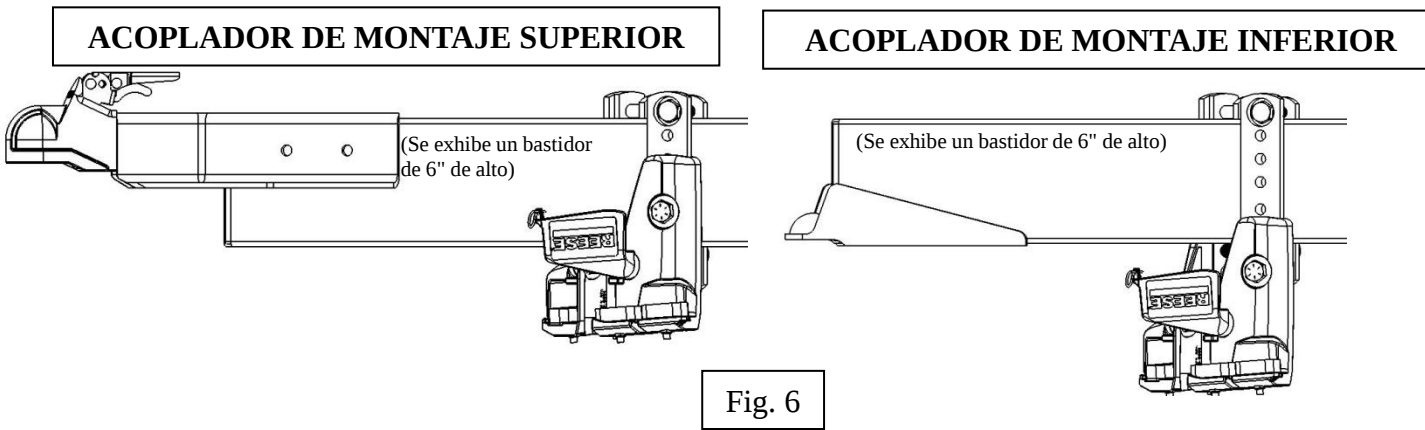

Fig. 6
9. Deslice el **soporte del bastidor ajustable** sobre la **barra en T** a la altura correspondiente para el acoplador instalado por arriba/abajo. Para los acopladores instalados por arriba, debe haber un orificio roscado visible por encima del **soporte del bastidor ajustable**. Para los acopladores instalados por abajo, el perno de montaje del **soporte del bastidor ajustable** debe fijarse en el orificio por debajo del perno del bastidor inferior (Ver Fig. 6).